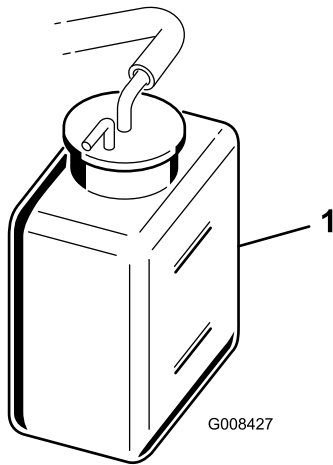

Figure 47
2. Contrôlez le niveau de liquide de refroidissement (Figure 46 et Figure 47).